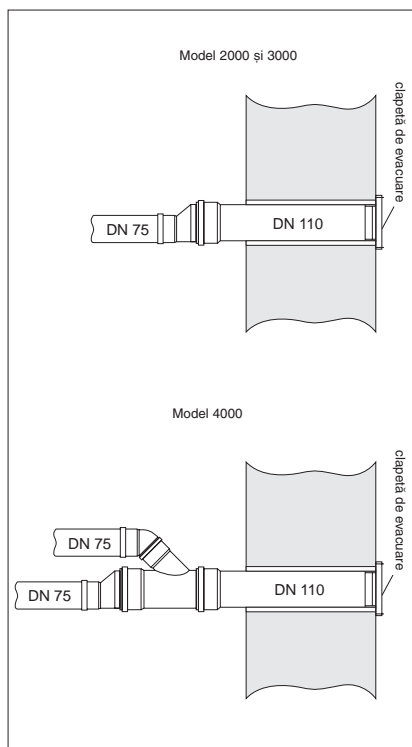

Fig. 30 Trecerea prin perete pentru aparatele 2000, 3000 și 4000
- Pentru tipurile de aparate 2000 și 3000 se va conecta țeava de evacuare corespunzătoare (DN 75) făcând legătura către trecerea prin perete (DN 110). (Fig. 30)
- Pentru tipul de aparat 4000 se vor conecta ambele țevi de evacuare (DN 75) printr-un element de legătură către trecerea prin perete (DN 110). (Fig. 30)